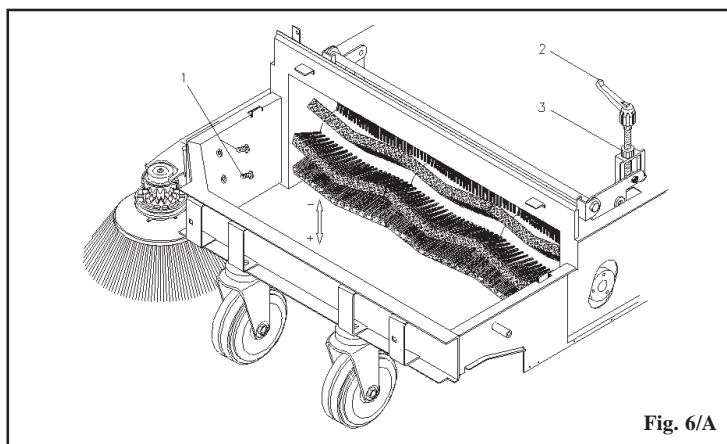

Fig. 6/A
For å justere den sentrale børsten, fjerner man det øvre panseret, og trykker på reguleringshåndtaket for først å løsne på støttingen, **pos. 3 fig. 6/A**, og så vri håndtaket, **pos. 2 fig. 6/A**, i ønsket retning (med urviserne vil øke trykket). Ved å heve håndtaket blir det mulig å la det vris på tomgang, slik at det kan plasseres på en måte som ikke hindrer lukking av det øvre panseret.
Justering av versjon 505ET (Fig. 6/B)